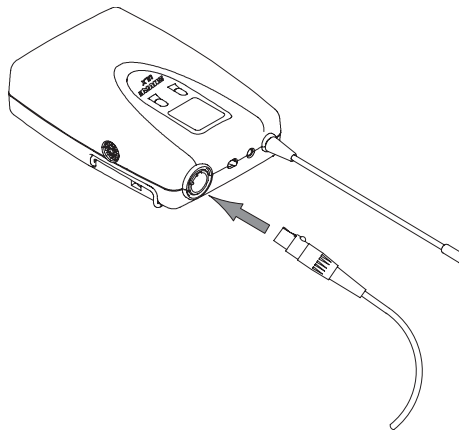

FIGURA 21
1. Si está usando un sistema Bodypack con un adaptador de instrumentos o micrófono de corbata de Shure, enchufe el cable del micrófono o el cable adaptador del instrumento en el conector de entrada del transmisor, tal como se ilustra en la Figura 21.